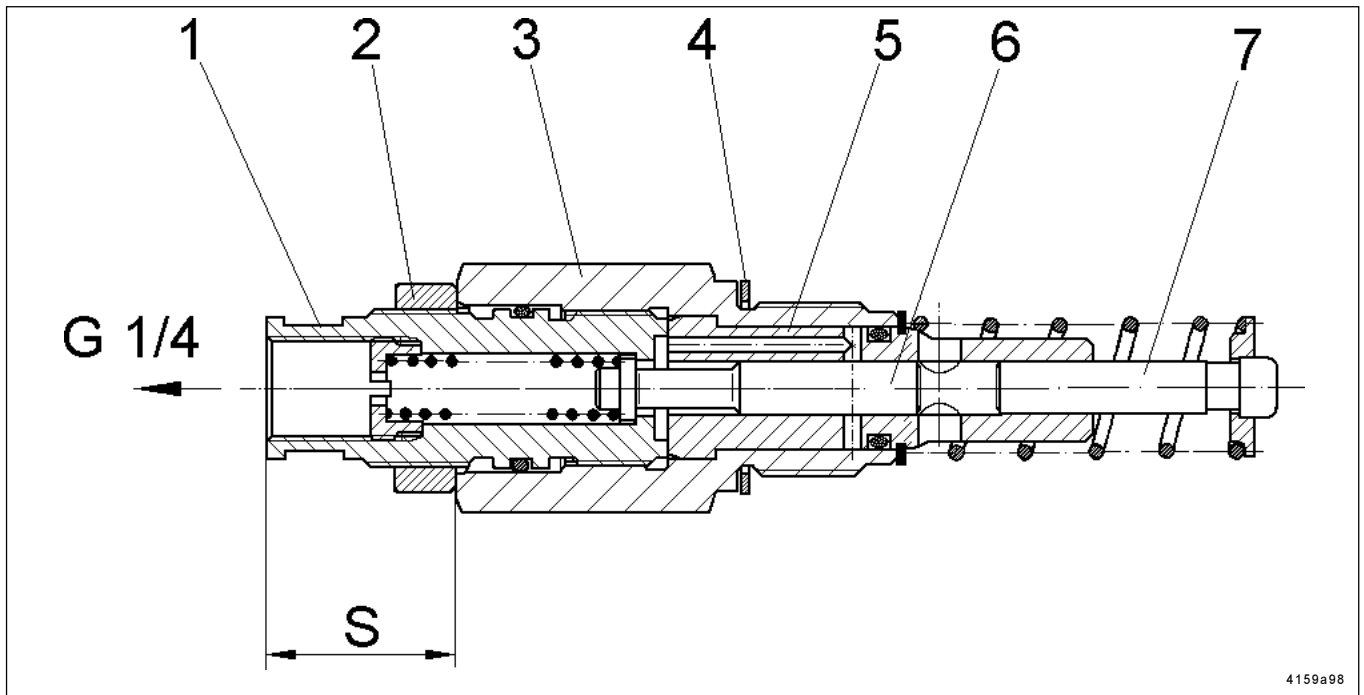
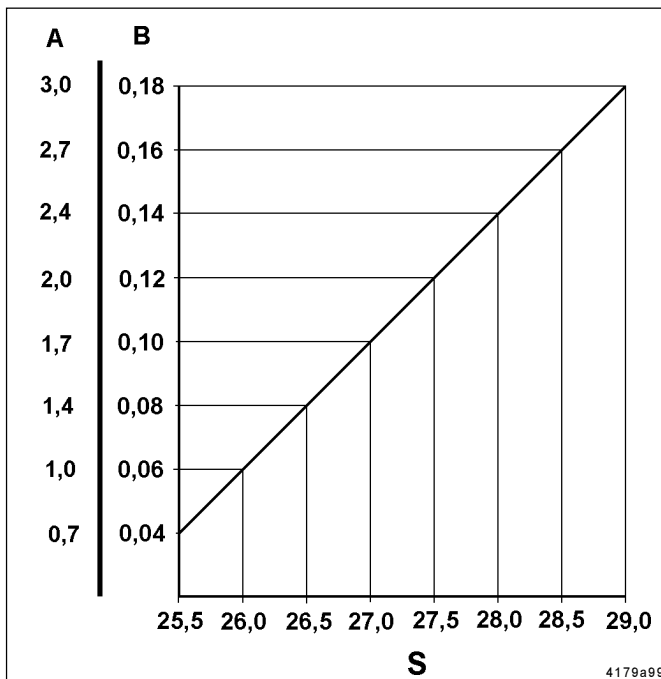

Abb. 12 - Schnittbild regulierbares Pumpenelement
Abb. 13 - Förderdiagramm
- Pumpenelemente sind werkseitig auf max. Fördermenge eingestellt, wobei das Einstellmaß „S“ 29 ± 0,1 mm (Abb. 12) betragen sollte.
- \* Kontermutter (2, Abb. 12) lockern, dabei den Pumpenelementkörper (3) mit einem Schraubenschlüssel festhalten.
- \* Regulierspindel (1) mit einem Schraubenschlüssel verstellen, siehe Förderdiagramm (Abb. 13)
- \* Das Maß „S“ in Abb. 12 kann in Abhängigkeit von der gewünschten Fördermenge in Abb. 13 ermittelt werden.
- \* Regulierspindel (1, Abb. 12) aus Pumpenelementkörper (3) herausschrauben bis „S“ ca. 30 mm.
- \* Kontermutter (2) auf den Anschlag an der Regulierspindel (1) einschrauben.
- \* Regulierspindel (1) mit Kontermutter (2) bis auf Anschlag in den Pumpenelementkörper (3) schrauben.
- \* Maß „S“ auf gewünschten Wert entsprechend dem Förderdiagramm (Abb. 13) einstellen.